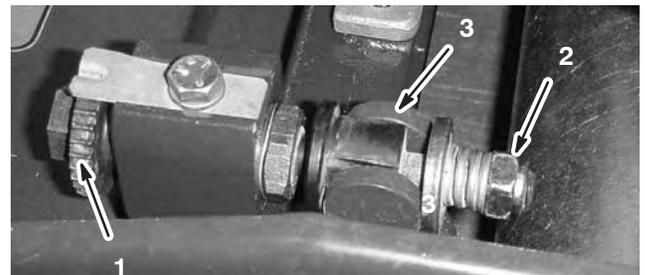

Figure 47
1. Tournez la vis de réglage de la barre d'appui dans le sens anti-horaire pour éloigner la contre-lame du cylindre (Fig. 47).
2. Faites sortir l'écrou de tension du ressort jusqu'à ce que la rondelle ne soit plus tendue contre la barre d'appui (Fig. 47).